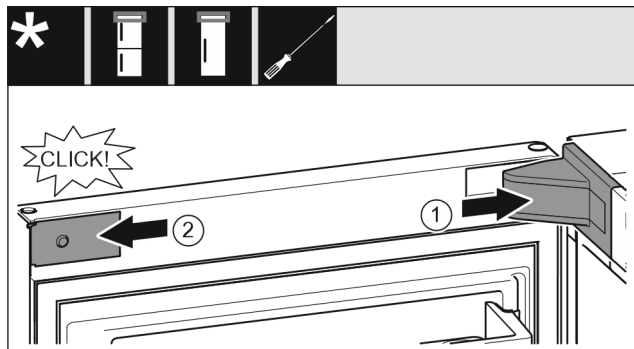

Fig. 20
- ▶ Nasadíte a zaklapnete kryt stojanu ložiska, příp. opatrně odtlačíte od sebe. Fig. 20 (1)
- ▶ Z boku nasadíte záslepku a zaklapnete. Fig. 20 (2)